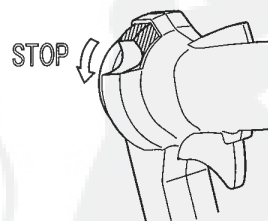

Fig.6-4
1. Laat de versnellingsbediening los (B).
2. Zet de stopschakelaar (A) in de STOP positie. (Fig.6-4)